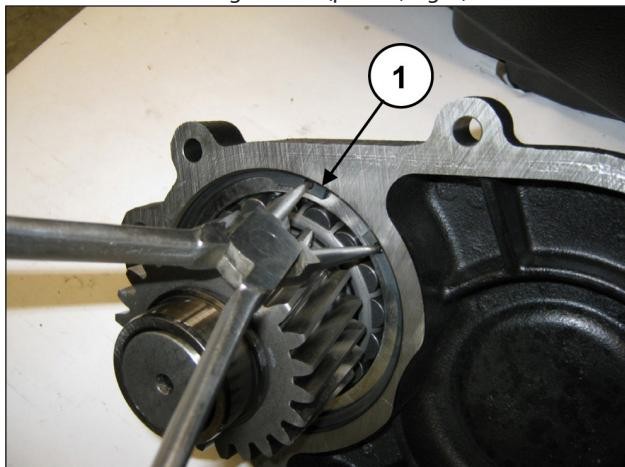

Fig. 7
Rimuovere l'anello seeger Ø120 (pos. ①, Fig. 7).